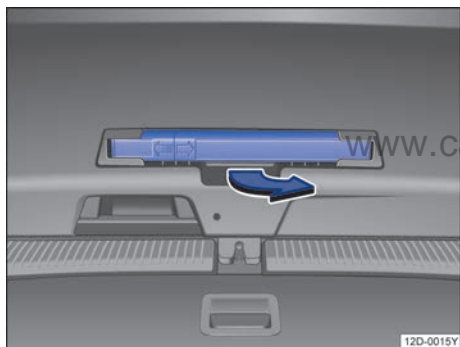

图 35 行李厢内：三角警告牌的位置
- 从三角警告牌的固定装置按图示箭头方向按压并旋转，直至取出三角警告牌→图 35。